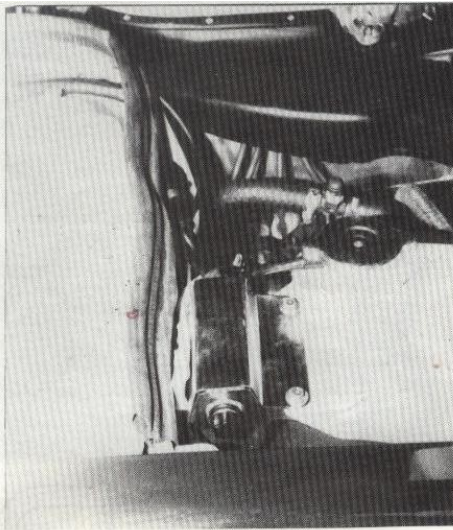

Abb. 6
- Plusleitung Sicherungshalter 430 Z 7090 an den Ausgleichsbehälter mit 2 Stück Skt.-Blechschaube B 4,8 x 13 anschrauben und vorhandene Schrauben entfernen (Abb. 6). Batteriekabel an Plusleitung anschrauben, jedoch die Batteriepolsschraube noch nicht an die Batterie anschließen.